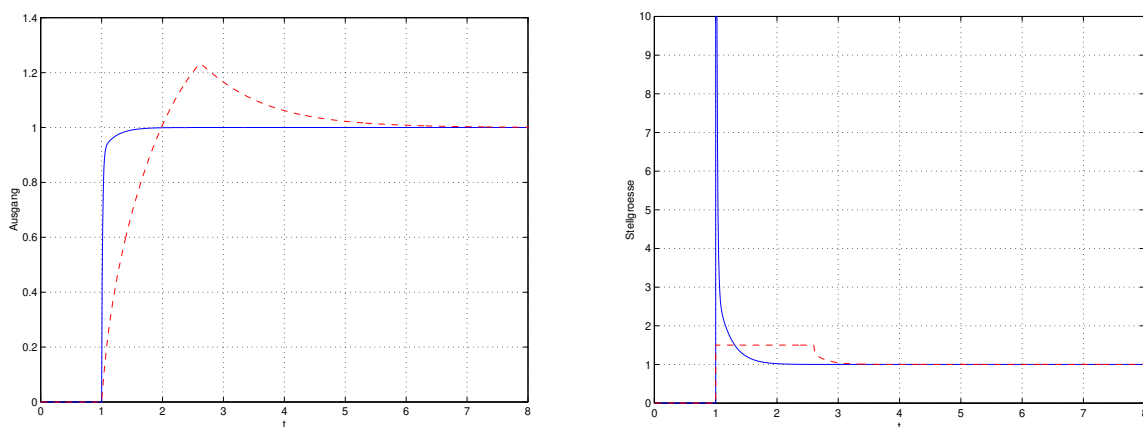

Abbildung 4: Sprungantwort eines Regelkreises ohne Stellgrössenbeschränkung (durchgezogene Linie) und mit Stellgrössenbeschränkung (gestrichelte Linie).
Wenn Sie Sollwertsprünge mit dem Signalgenerator auf den PI-Regler geben, können Sie bei genügend grossen Sprüngen beobachten, dass einer Erhöhung der Drehzahl nur langsam gefolgt wird. Der Istwert wird anschliessend grösser als der Sollwert. Plötzlich erkennt man einen umgekehrten Sprung der sich von oben dem Sollwert nähert. Dieses Verhalten hängt mit der Stellgrössenbeschränkung zusammen. In Abbildung 4 wird der Unterschied zwischen einer Sprungantwort ohne (durchgezogene Linie) und mit (gestrichelte Linie) Stellgrössenbeschränkung dargestellt.
Die Stellgrössenbeschränkung führt im Experiment dazu, dass die Regelstrecke dem Sprung nicht so schnell folgen kann, wie der Regler annimmt. Der Regler hat keine Kenntnis von der Stellgrössenbeschränkung. Über die Ausgangsrückführung bzw. den Regelfehler bemerkt der Regler, dass die Strecke seinen Vorgaben nicht (schnell genug) folgt. Als Folge hiervon integriert der I-Anteil den Regelfehler  $U_e$  auf. Der Regler wickelt sich auf *wind up*. Erst wenn sich das Vorzeichen des Regelfehlers umkehrt, kann sich der I-Anteil wieder verringern. Daraus resultiert das in der Abbildung 4 dargestellte überschwingen.
- Stellen Sie das in Abbildung 4 links dargestellte Verhalten auf dem Oszilloskop dar. Um dieses Phänomen besser zu erkennen erhöhen Sie die Amplitude des aufgeprägten Sollwertsprunges.